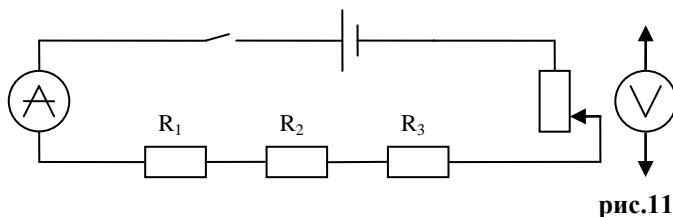

рис.11
1. Зарисуйте в тетради электрическую схему, изображенную на рис.11: